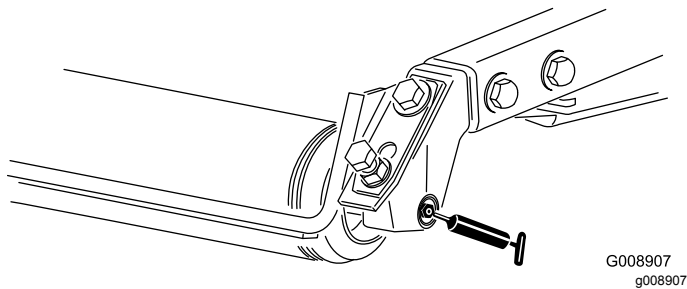

Figura 56
- Cojinetes de los rodillos traseros (2 por unidad de corte) (Figura 56).